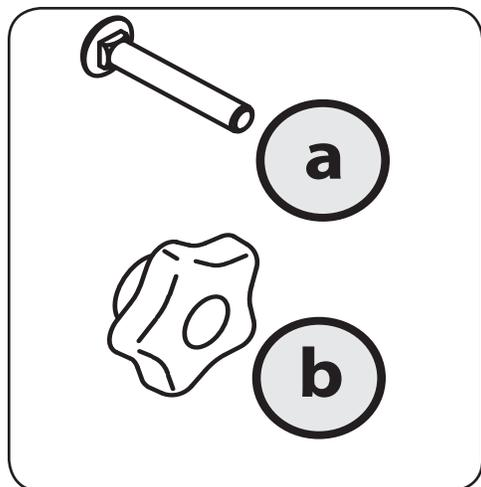

Figure 2-1
1. Retirez les boulons de carrosserie (a) et les boutons étoile (b) de la boîte. Voir Figure 2-1.